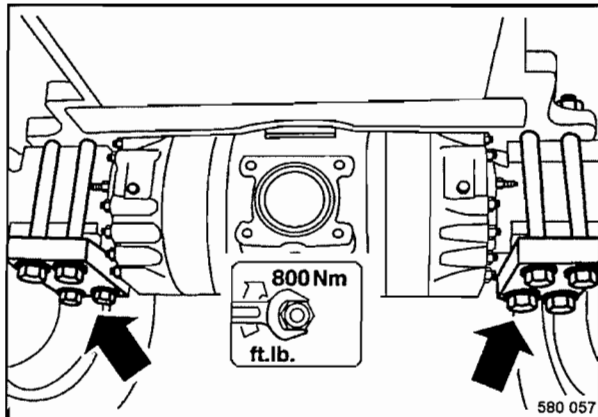

Fig. 94
- Comprobar todas las tuercas de fijación de los pernos de sujeción del eje (Fig. 94) por asiento fijo.